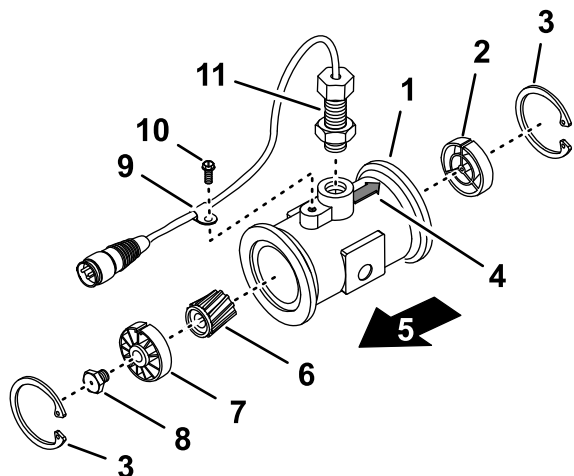

Рисунок 112
3. Снимите стопорное кольцо со стороны входа (Рисунок 112).